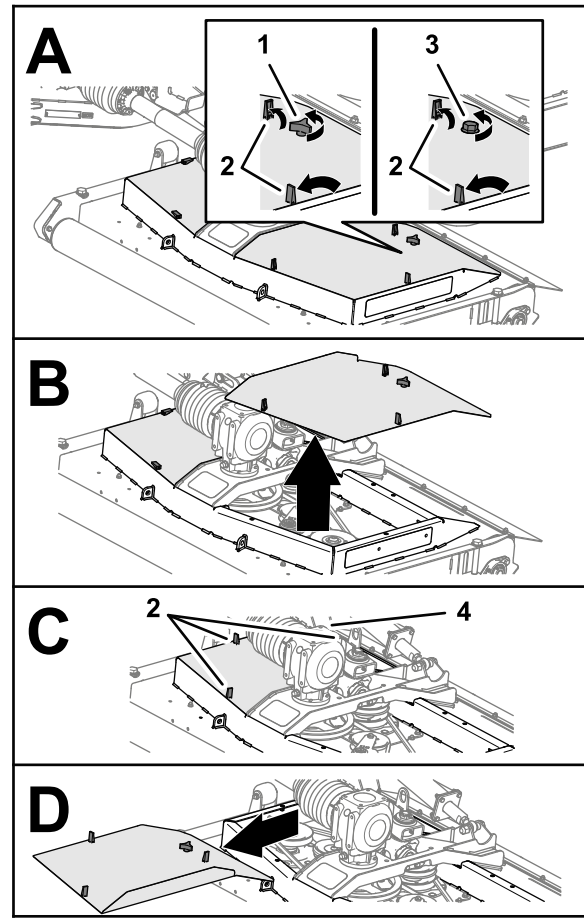

Figura 46
1. Abra los 3 cierres que sujetan la cubierta de la carcass de corte (Figura 46).
2. Afloje el pomo o el perno (carcass de corte CE) que sujeta la cubierta de la carcass de corte a la carcass de corte (Figura 46).
4. Repita los pasos 1 a 2 con la otra cubierta (Figura 46).